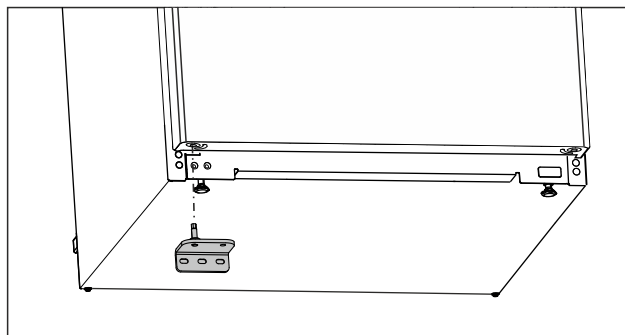

Fig. 16
- ▶ Placer le support de palier inférieur du côté opposé. (voir Fig. 16)